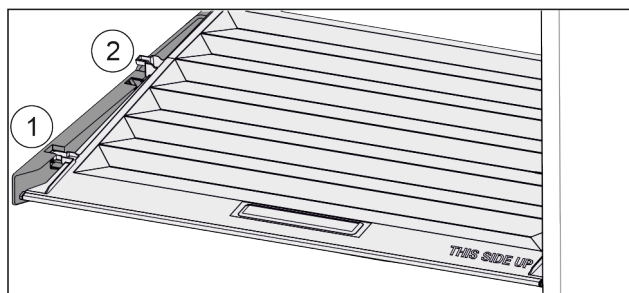

Fig. 102
- ▶ Veko potiahnite dopredu až k otvoru v prídržných dieloch Fig. 102 (1).
- ▶ Vzadu ho nadvihnite zospodu a zložte smerom nahor Fig. 102 (2).